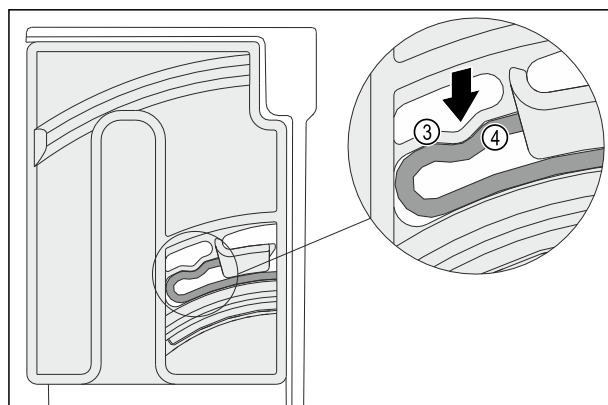

Fig. 101
- ▶ Еластичният елемент Fig. 101 (3) на завъртащото устройство се фиксира с щракване в кръглата форма на реброто Fig. 101 (4).